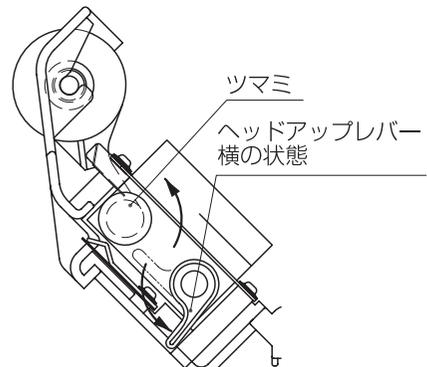

図3
- プリンタ用紙が真っ直ぐ入らなかった場合はヘッドアップレバーを横にしてからツマミを左(反時計方向)に回してプリンタ用紙を抜いてください。(図3)